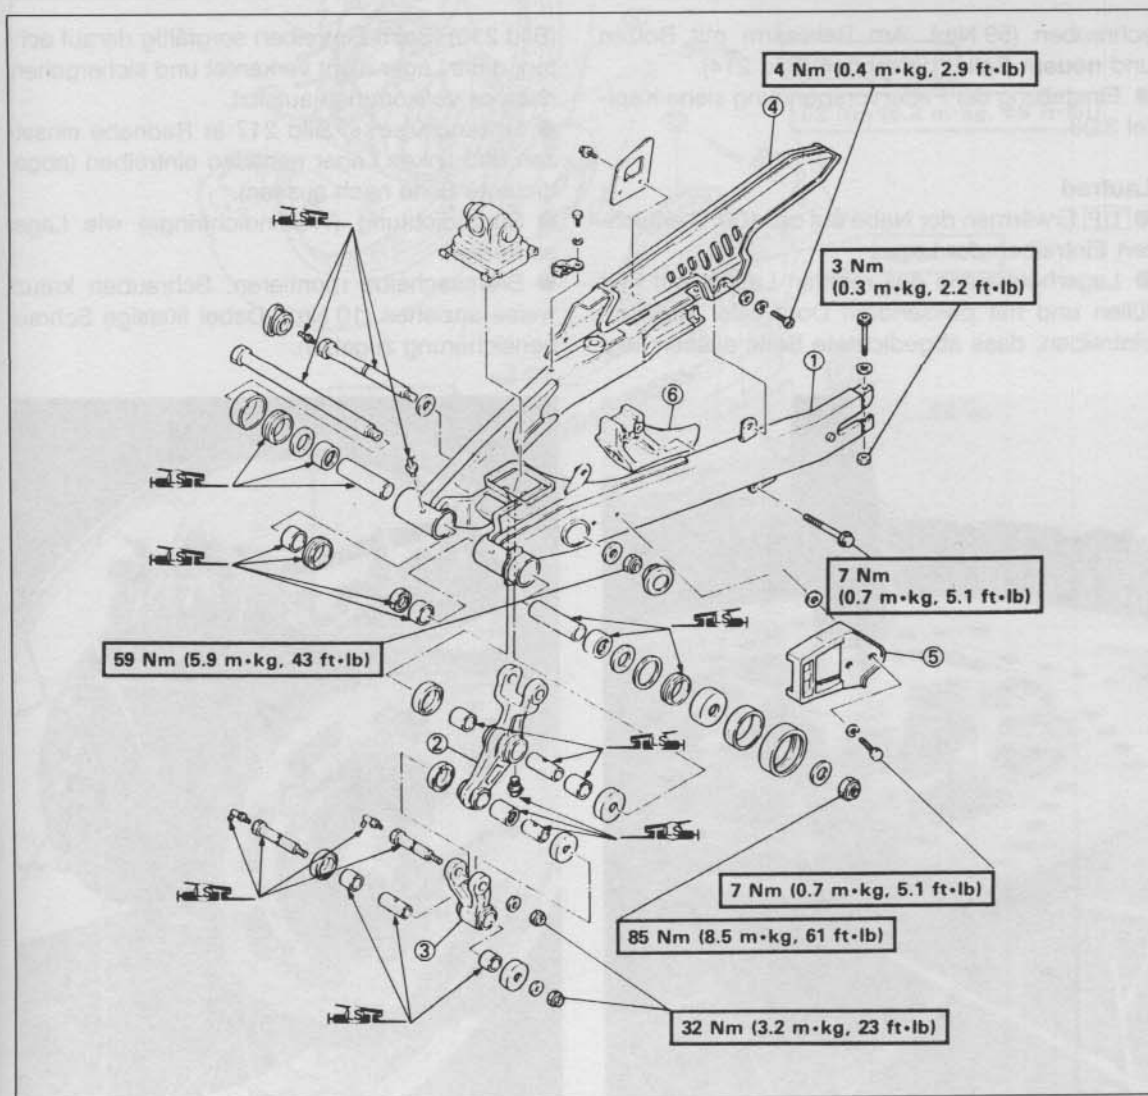

Bild 211
- Sämtliche Verbindungsbolzen von links einschieben und Muttern rechts anziehen. Anzugsmomente siehe Bild 211.